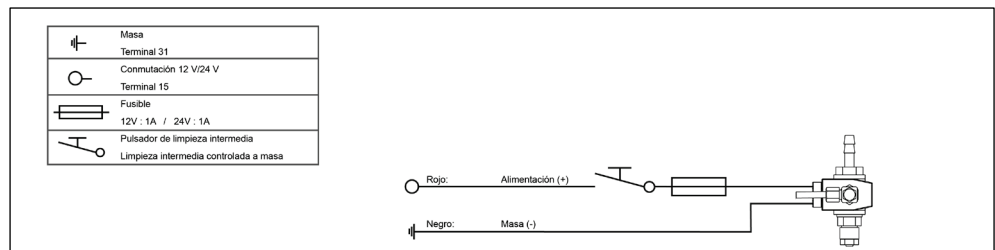
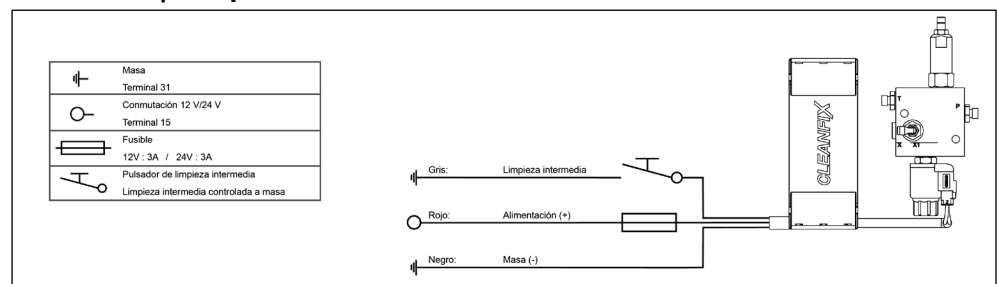

Fig. 65
Fig. 73
Si hubiera una alimentación eléctrica conmutada y asegurada con fusible (borne 15) con una tensión suficiente (véase la Fig. 65 - Fig. 73), puede utilizarla.
- 40) Conecte el componente electrónico a la alimentación de tensión de la máquina (véase la Fig. 65 - Fig. 73).